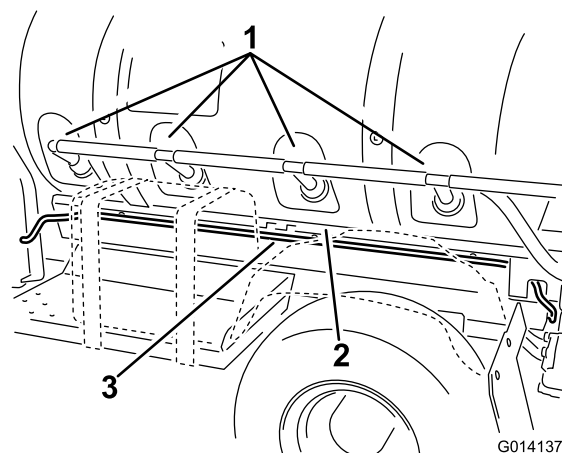

Figura 15
2. Encaminhe a cablagem para a frente ao longo do patim do depósito e abaixo das portas de agitação para a caixa da bateria (Figura 15). Utilize três braçadeiras de plástico para prender a cablagem à estrutura.